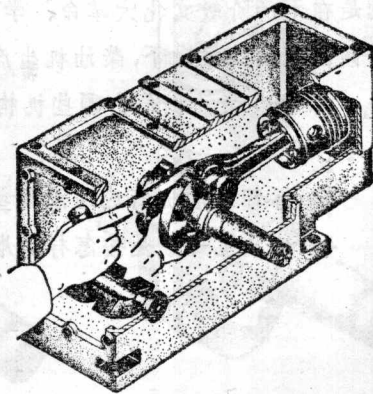

图3 拆卸活塞连杆
(2) 拆齿 卸正 时室	① 拆下正时齿轮室盖 ② 分别抽出凸轮轴和起动轴 ③ 拆下调速器驱动齿轮、调速器滑盘及调速钢球 另外,拔出机油标尺;拆下机体后盖和上盖
(3) 拆 卸 活 塞 连 杆 组	① 转动飞轮,使连杆大头朝着机体后盖孔,用钢丝钳把连杆螺栓上的保险铁丝剪断,并用梅花扳手拧下连杆螺栓,取出连杆盖,注意保护好连杆瓦 ② 清除气缸套前部积炭;慢慢转动飞轮,将活塞推向上止点,用木柄顶住连杆大头,把活塞慢慢地推出气缸。注意不要把零件碰伤(图3) ③ 如需从连杆上取下活塞,应先取下活塞销挡圈,再将活塞放入水中煮至 $100^{\circ}\text{C}$ (或用机油煮至 $100\sim 120^{\circ}\text{C}$ ),然后取下活塞销